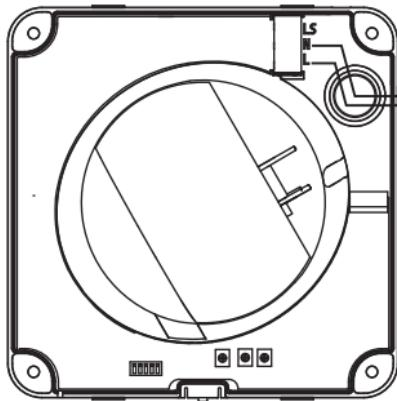

Fig.3
1. Продолжительная работа при постоянном расходе воздуха (Рис.3/Fig. 3).